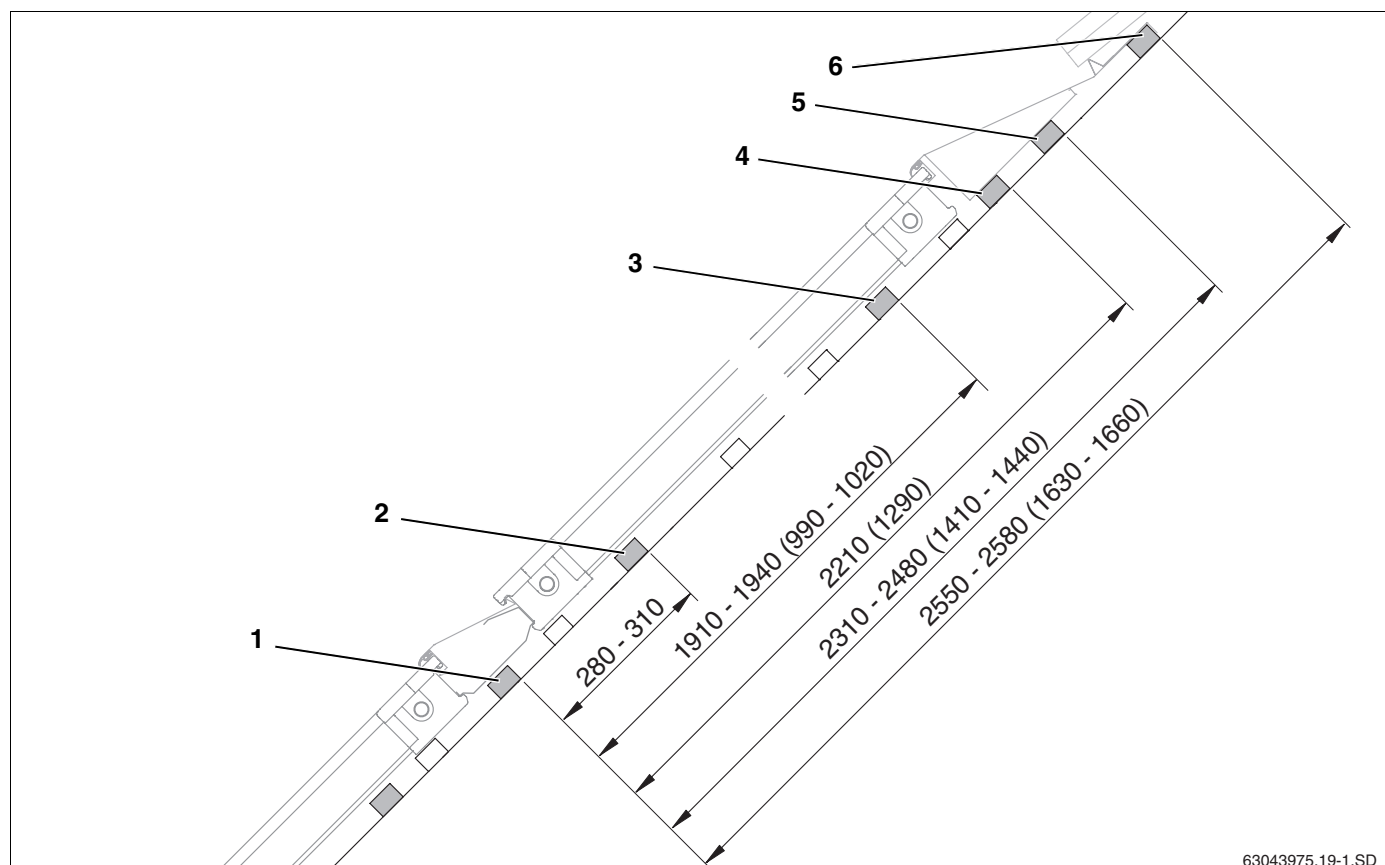

Fig. 15 Distancias de los listones adicionales para el montaje en varias filas (dimensiones en mm, valores entre paréntesis = horizontal)
El cuarto listón adicional del montaje en una fila es al mismo tiempo el primer listón de la fila inmediatamente superior (fig. 15, **pos. 1**) y se precisará para el seguro contra deslizamiento de la fila superior de colectores.
- Monte el segundo listón de tejado para las sujeciones laterales (fig. 15, **pos. 2**).
- Monte arriba el tercer listón de tejado para las sujeciones laterales (fig. 15, **pos. 3**).
- Monte el cuarto listón para el apoyo de la cuña de stiropor de las chapas protectoras superiores (fig. 15, **pos. 4**).
- Monte el quinto listón de apoyo para las chapas protectoras superiores (fig. 15, **pos. 5**).
- Monte el sexto listón para el apoyo y fijación de las chapas protectoras superiores (fig. 15, **pos. 6**).